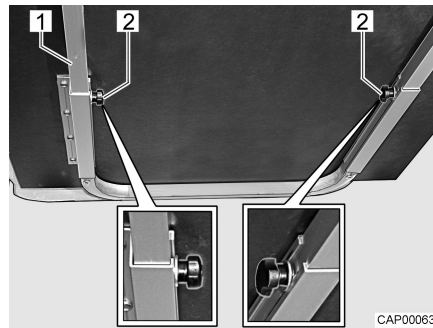

Fig. 27 Décaler/agrandir la table suspendue
- Desserrer les vis moletées (Fig. 27,2).
- Soulever légèrement le plateau de table à l'avant et le tirer jusqu'à la butée. La rallonge de table (Fig. 27,1) est complètement sortie.
- Soulever légèrement le plateau de table à l'avant et le repousser jusqu'à la butée. La rallonge de table (Fig. 27,1) est complètement rentrée.